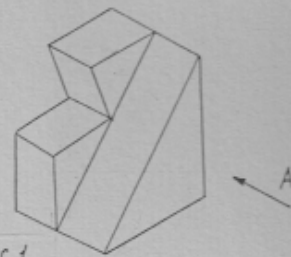

Рис.1
1. Сколько треугольников входит в состав вида выполненного по стрелке А? (рис.1)